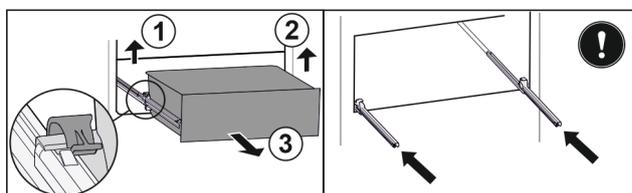

Fig. 112
- ▶ Podignite lijevu stezaljku i istovremeno izvucite ladicu lijevo prema naprijed. Fig. 112 (1)
- ▶ Podignite desnu stezaljku i istovremeno izvucite ladicu desno prema naprijed. Fig. 112 (2)
- ▶ Izvadite ladicu prema naprijed. Fig. 112 (3)